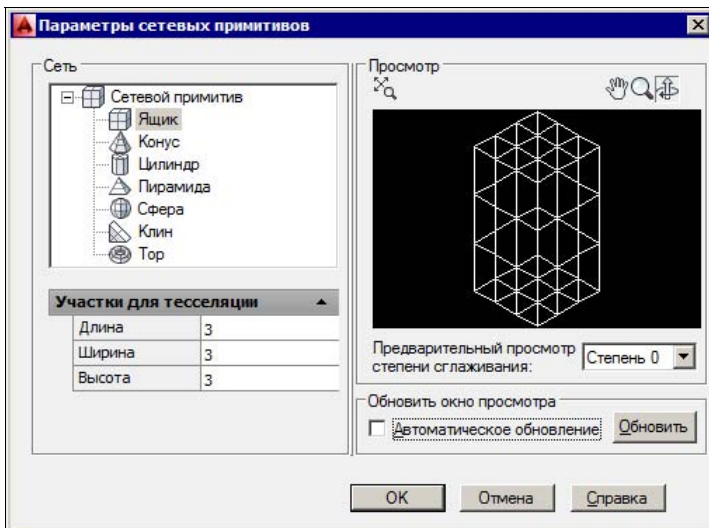

Рис. 10.52. Диалоговое окно Параметры сетевых примитивов
**митивы** (Primitives). Соответствующая команда — СЕТЬПРИМИТИВНАСТР (MESH-PRIMITIVEOPTIONS). Она открывает диалоговое окно **Параметры сетевых примитивов** (Mesh Primitive Options) (рис. 10.52).